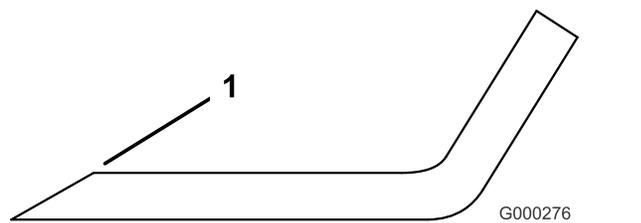

Рисунок 114
3. Проверьте режущие кромки всех ножей и заточите их, если они затупились или имеют зазубрины (Рисунок 114).
Примечание: Чтобы ножи всегда оставались острыми, затачивайте только верхнюю сторону режущей кромки и сохраняйте первоначальный угол заточки (Рисунок 114). Балансировка ножа не нарушается, если с обеих режущих кромок удаляется одинаковое количество материала.